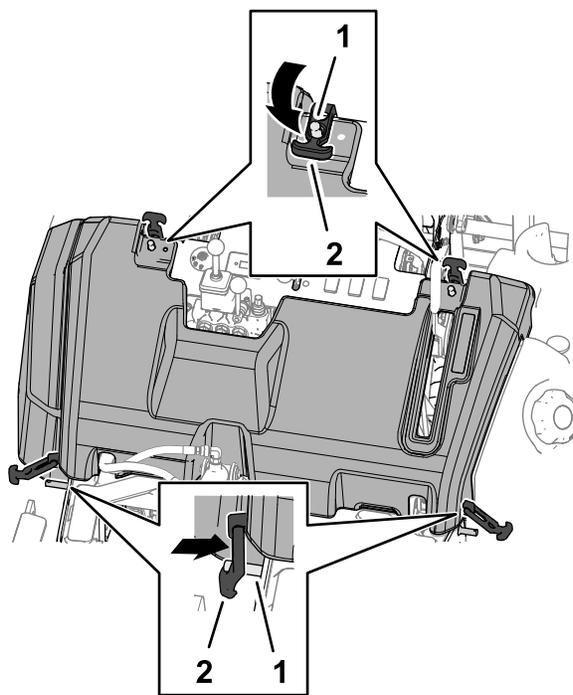

図 66
2. ラッチ4ヶ所をラッチピンに掛けてフードを固定する 図 66。